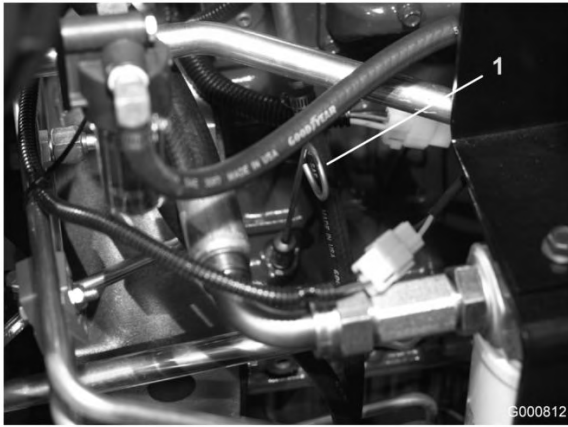

図 17
2. ディップスティック (図 17) を抜き、ウェスで拭いてもう一度差し込む。再び引き抜いて油量を点検する。FULL 位置まであればよい。